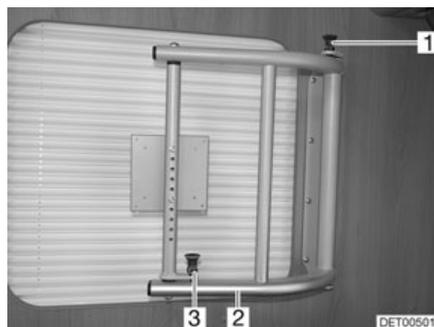

Fig. 68 Bras pivotant pour écran plat
- Tirer les boutons de déverrouillage (Fig. 68,1 et 3) vers le haut pour déverrouiller le bras pivotant.
- Faire pivoter l'écran plat et son support (Fig. 68,2) dans la position souhaitée.